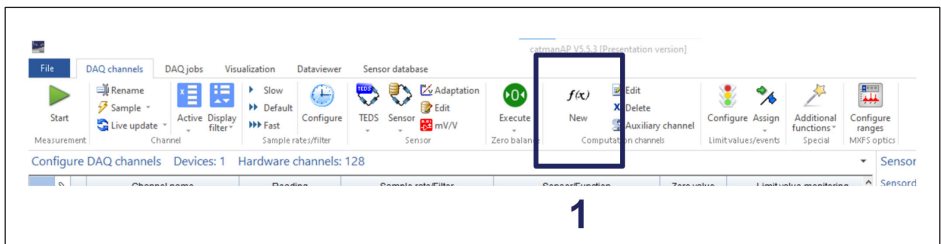

Fig. 5.6 Bouton New pour créer une voie de calcul
- Cliquez sur le bouton "New" pour créer une voie de calcul (numéro 1 sur la Fig. 5.6).